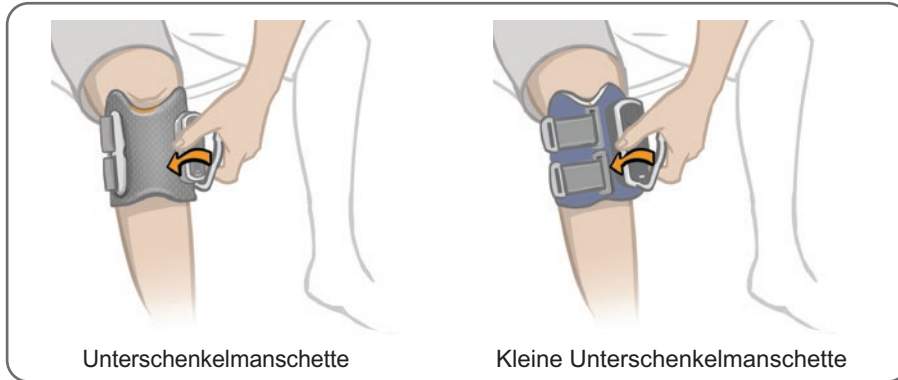

Abbildung 6-13: Befestigung des Unterschenkel-Manschettengurts
- Greifen Sie die Schnalle des Unterschenkel-Manschettengurts. Siehe Abbildung 6-13. Lassen Sie den Daumen auf der Manschettenhalterung, führen Sie den Gurt um das Bein, und befestigen Sie die Orthosenlasche an der Halterung. Bei Verwendung der kleinen Unterschenkelmanschette müssen Sie die Manschette möglicherweise mit der anderen Hand auf dem Bein festhalten.